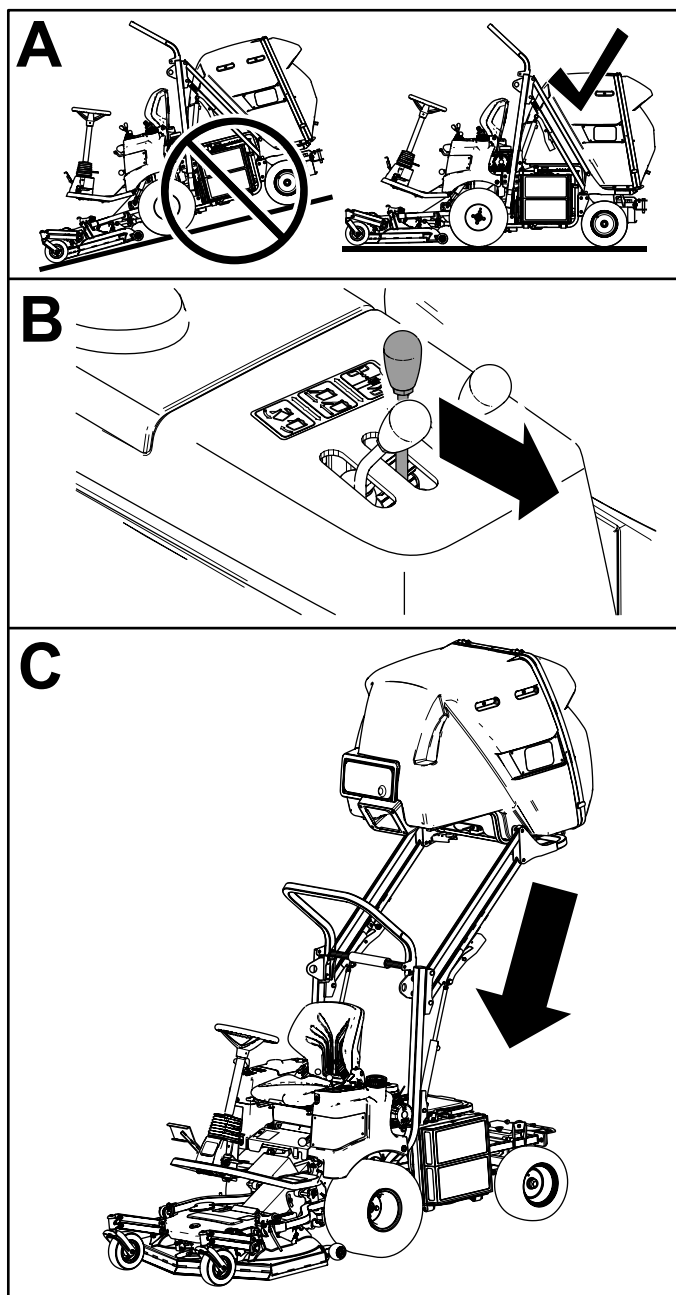

Figura 24
2. Mueva la palanca de elevación de la tolva hacia delante para bajar la tolva (**Figura 24**).